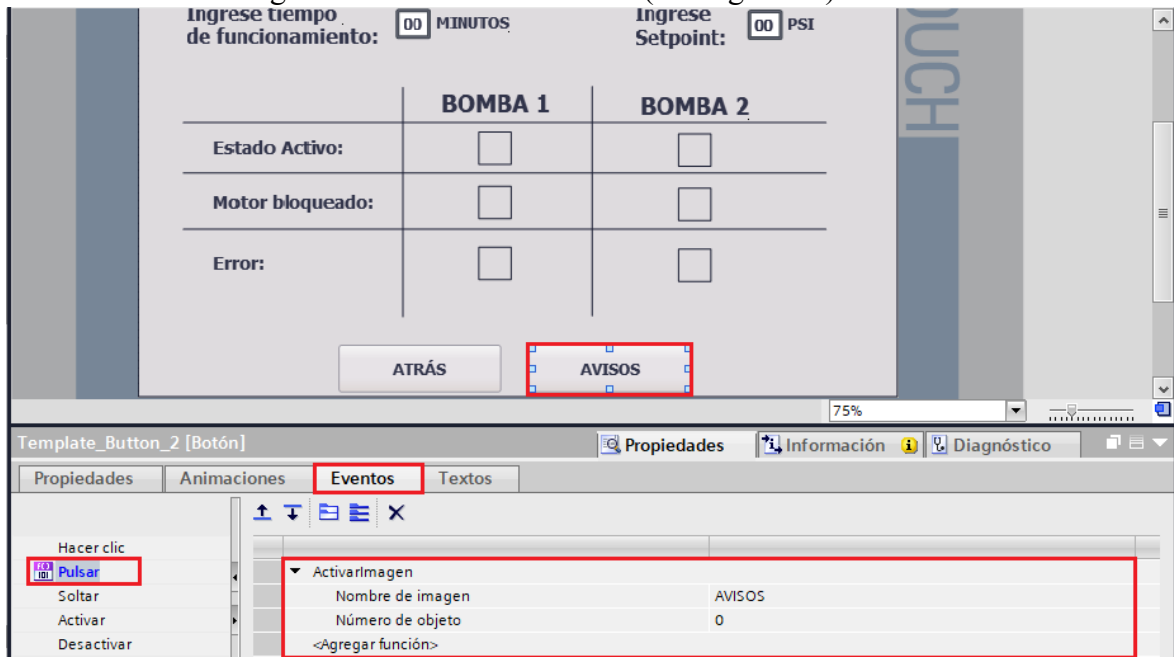

Figura 70. Configuración botón “AVISOS”.
- En “Nombre de imagen” seleccionar “**AVISOS**” (ver Figura 70).